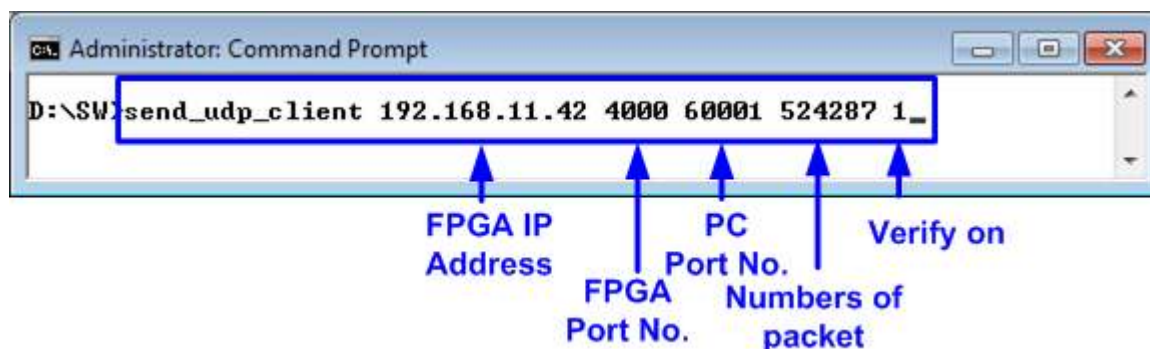

図 4-14: ベリファイありでの“send\_udp\_client”コマンドライン
- PC 側の DOS 窓を開き、“send\_udp\_client”テスト・アプリケーションを下図 4-14 のように mode=1 として 32 ビットのインクリメンタル・パターンを指定し以下のコマンドラインで実行します。